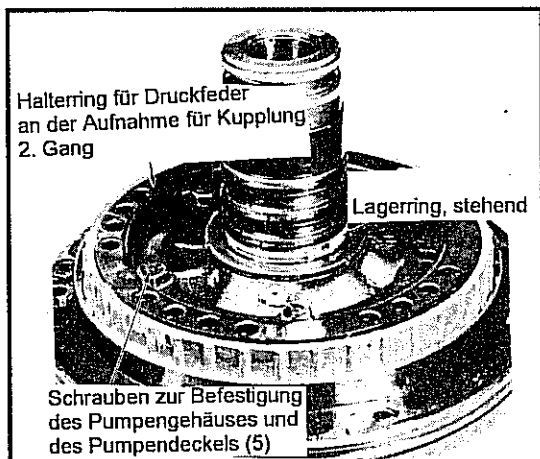
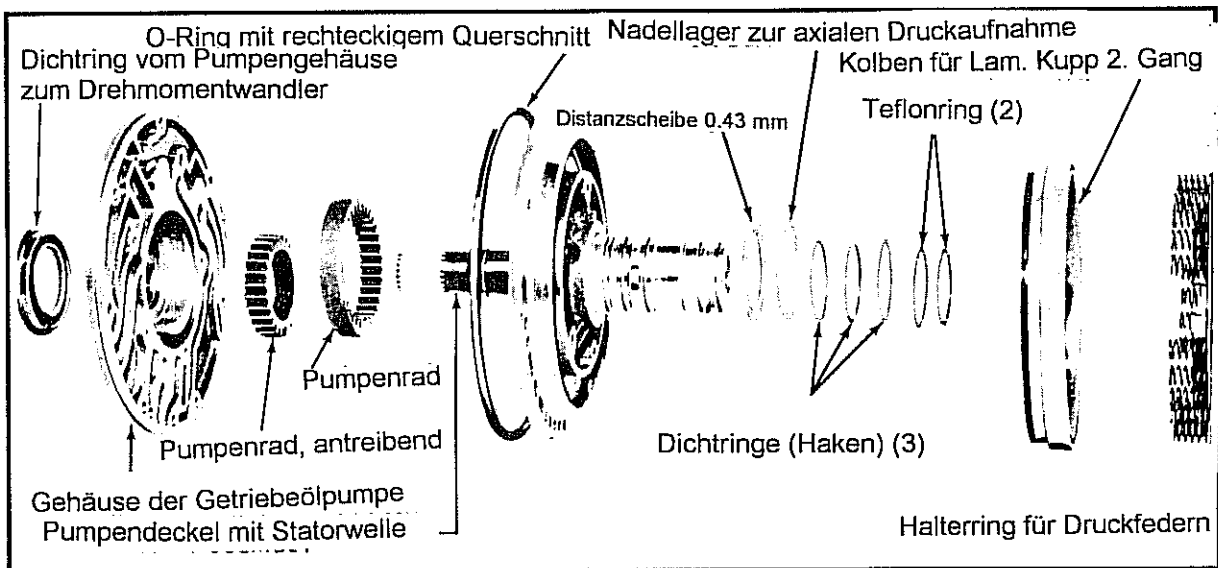

Abb. 10-63 Entfernen des Betätigungskolbens für Kupplung 2. Gang
Abb. 10-64 Baugruppe der Getriebeölpumpe, zerlegt
- Fünf Befestigungsschrauben des Pumpendeckels am Pumpengehäuse entfernen. Siehe Abb. 10-63.
Teflondichtringe auf den Zustand untersuchen. Liegen die Dichtringe gleichmäßig an, so ist kein Ersatz notwendig. Die Dichtringe nur entfernen, wenn eine Ersatz für notwendig befunden wird. Zur leichteren Montage sind als Ersatzteile Ringe mit Haken zum Eingreifen mit Werkzeug vorgesehen. Siehe Abb. 10-64.
- Den Haltering für Druckfedern ansetzen und den Pumpendeckel ansetzen. Die fünf Befestigungsschrauben handfest andrehen. Siehe Abb. 10-64 und Abb. 10-63.